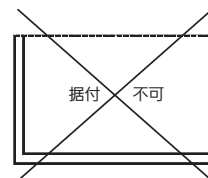

図 3
①有効吸込面積[S_t]が必要吸込面積[S_r]より大きい。
②隣り合う2面の面積(S₁₂, S₂₃, S₃₄, S₄₁)の中で、最小の値が[S_r]の25%以上あること。(図3、4参照)